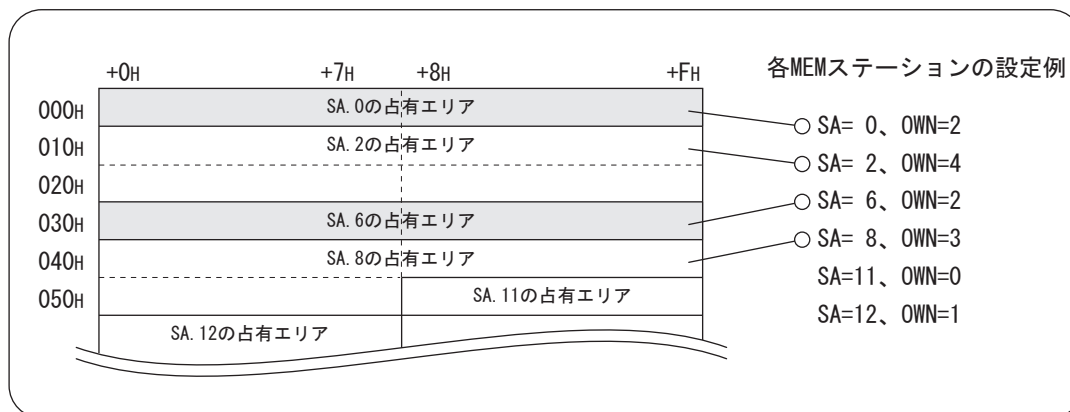

図 4.6 占有エリアの拡張
占有エリアは、BCR (Basic Control Register) に格納されたステーションアドレス (SA) と占有幅 (OWN width) によって決定します。ステーションアドレス (SA) に対応するメモリブロック (MB) を先頭とする占有幅 (OWN width) 分のメモリブロック (MB) が占有エリアです (図 4.6 参照)。